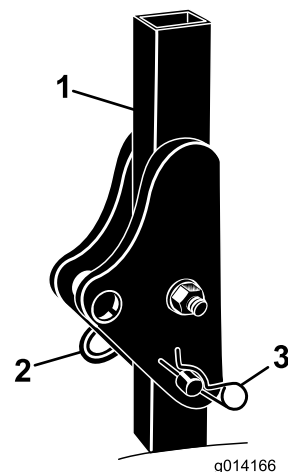

図 3
1. 機体の左右で保護バーからヘアピンコッターを抜き、ピンを外す 図 3。
2. 横転保護バーを立て、ピン2本で固定し、ピンが外れないようにヘアピンコッターで固定する 図 3。